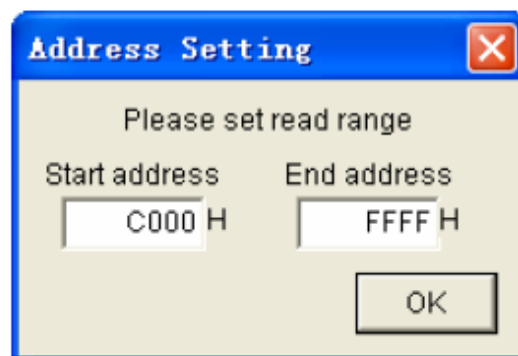

图 2.6 地址设定对话框
1) 单击“Read”按钮，将弹出如图2.6所示的地址设定对话框